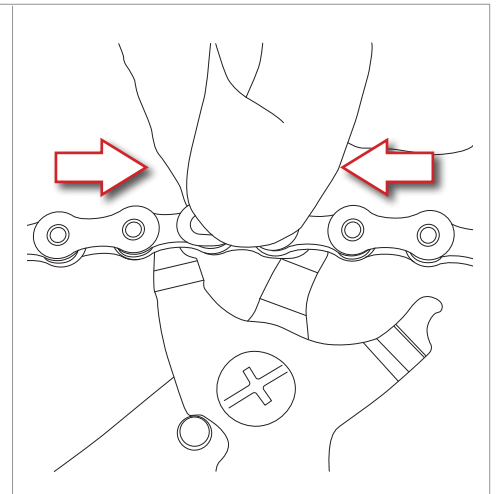

Fig.11
- Comprimez le C-Link™ en poussant des deux côtés (interne et externe) et actionnez simultanément la pince pour rapprocher les deux axes (Fig. 11).